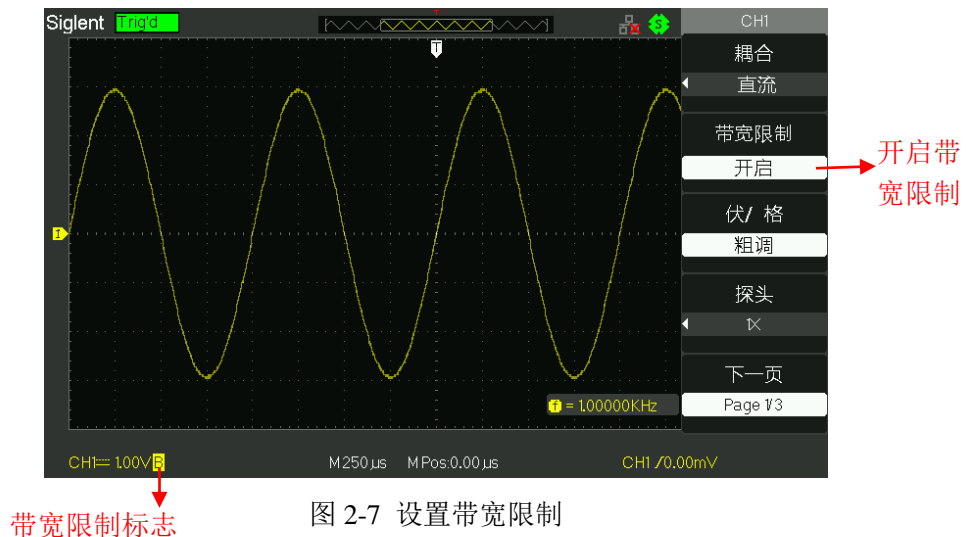

图 2-7 设置带宽限制
- 按【1】选择【带宽限制】为【开启】，设置带宽限制为开启状态。被测信号含有的大于 20MHz 的高频分量幅度被限制。如图 2-7 所示：